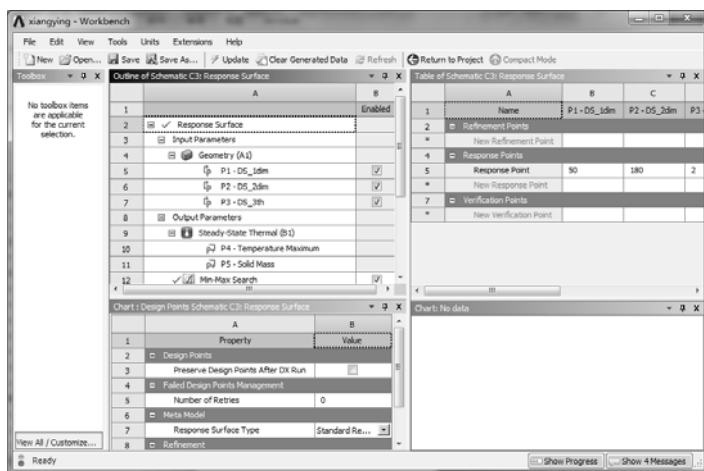

图 12-91 响应曲面分析结果
1) 双击【Project Schematic (项目管理区)】中项目 C 的 C3 栏中的【Response Surface】项, 进入响应曲面分析界面。单击工具栏上的【Update】按钮 Update 更新计算, 在【Outline of Schematic C3:Response Surface】窗口显示相应曲面优化分析结果, 如图 12-91 所示。